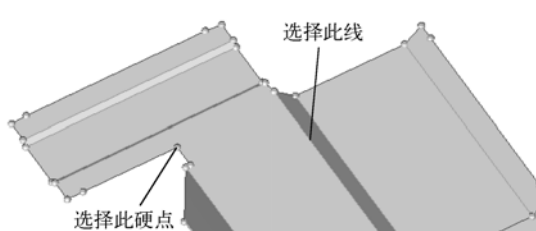

图 4-17 硬点及线位置 1
- (1) 通过以下任一种方式进入 point edit 面板。
- (2) 进入 trim with nodes 子面板。
- (3) 在 node normal to edge 下激活 node 选择框。
- (4) 放大如图 4-17 所示区域，选择硬点。
- (5) 此时 lines 选择框被激活，选择如图 4-17 所示的线。当点和线被选中后，在模型硬